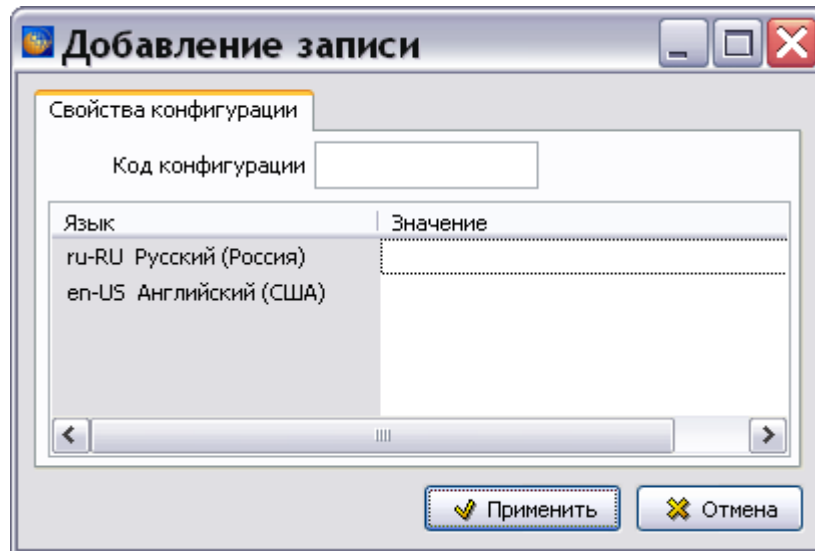

Рисунок 18
2) Нажмите на кнопку **Добавить конфигурацию** . После этого появится окно **Добавление записи** для свойств конфигурации (рисунок 18).